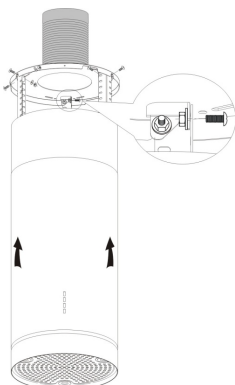

Рис. 8
7. Підняти витяжку і вивести розширювану труби через стелю. Потім за допомогою 6 гвинтів M4x10, гайок M4 і шайби прикріпити кутники до встановлювальної планки. Див. Рис. 8.